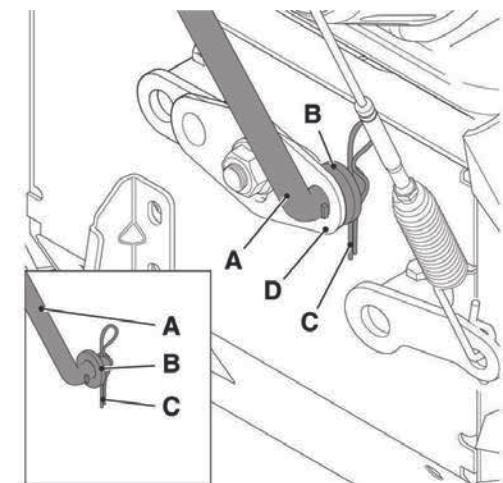

Рисунок 5
- a) Снимите предварительно установленное соединение (рисунок 5. A) на шайбе (рисунок 5. B) и шплинте (рисунок 5. C) механизма переключения передач.
- b) Вставьте шарнирное соединение (рисунок 5. A) механизма переключения передач в отверстие на рычаге (рисунок 5. D), чтобы соединить его с трансмиссией.
- c) Закрепите шайбу (рисунок 5. B) и шплинт (рисунок 5. C).